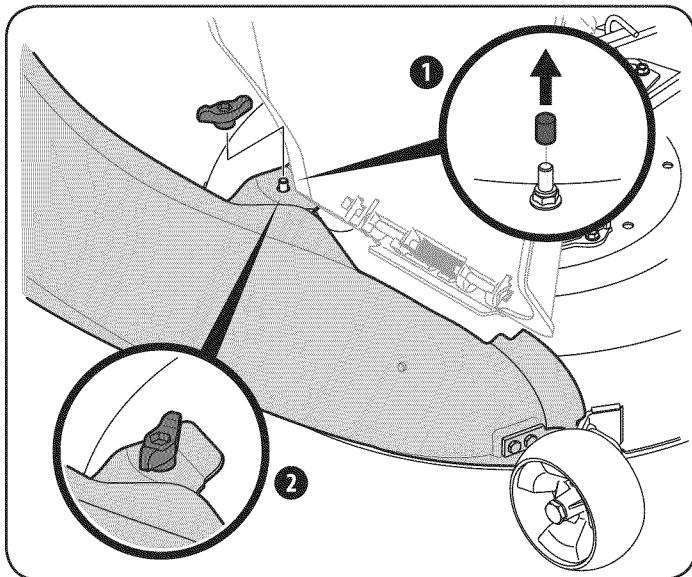

Figure 17
**Nota:** Determine si su cubierta es un modelo nuevo, o un modelo antiguo. Consulte el recuadro superior de la Figure 17. Si su cubierta tiene un perno de montaje presente, tendrá un nuevo modelo de cubierta y que debería seguir las siguientes instrucciones. Si no poste, consulte las instrucciones tituladas en tractores con mayores cubierta configuraciones más adelante en esta sección.
- Fije el codo del conducto a la cubierta usando la perilla 720-04122 del paquete de tornillería 689-00319. Vea la Figure 17.
**Nota:** Si está presente, retire la tapa protectora en el perno de fijación en la plataforma de corte como se ve en el recuadro superior de la Figure 17.